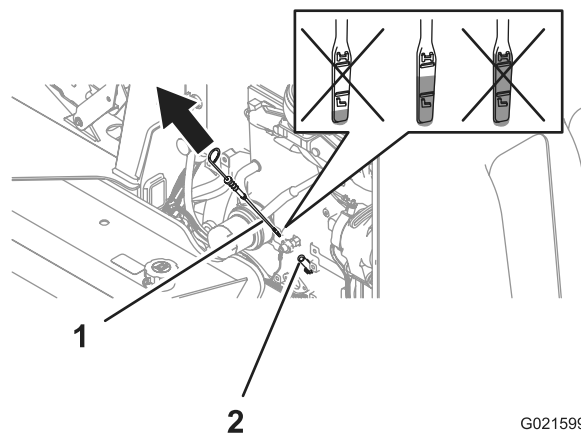

Figure 22
2. Retirez la jauge (Figure 22) et essuyez-la sur un chiffon propre (Figure 22).
3. Insérez la jauge au fond du tube, puis ressortez-la (Figure 22).